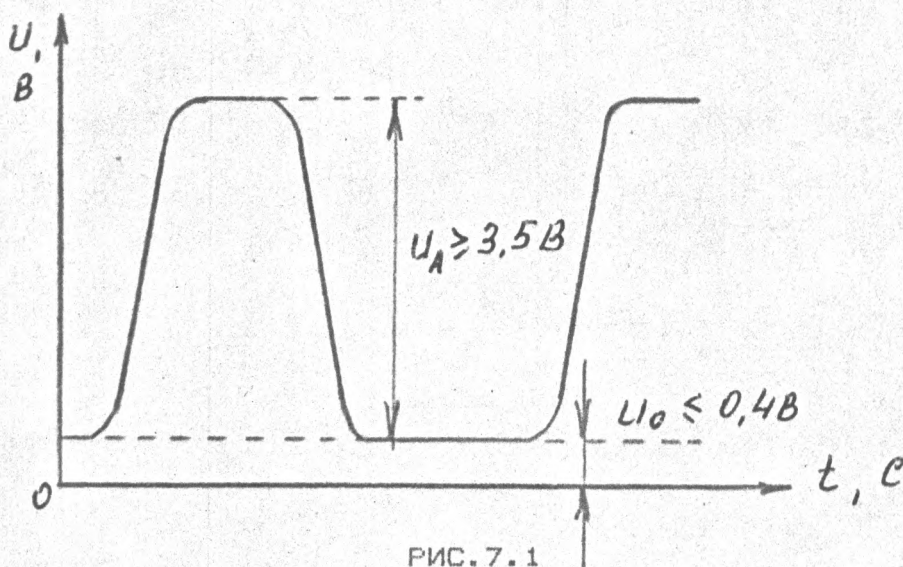

РИС. 7.1
7.3.2.1. ВКЛЮЧИТЕ РЕЖИМ "ВОСПРОИЗВЕДЕНИЕ" И ПРОКОНТРОЛИРУЙТЕ НА КОНТАКТЕ Х532:4 (ОТНОСИТЕЛЬНО ОБЩЕГО Х532:2) (СМ. ПРИЛОЖЕНИЕ 1) НАЛИЧИЕ ИМПУЛЬСОВ СЧЕТА ЛЕНТЫ (РИС. 7.1).